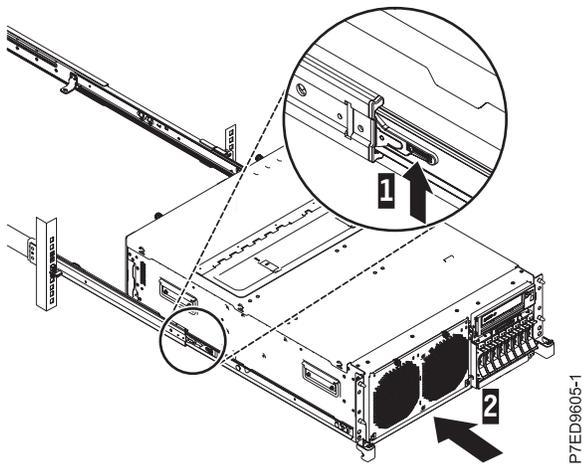

Abbildung 10. Entriegelungshebel und Server
3. Heben Sie die blauen Entriegelungshebel (1) an den Schienen an und schieben Sie den Server (2) ganz in das Rack hinein, bis er einrastet, wie in Abb. 10 auf Seite 10 dargestellt.